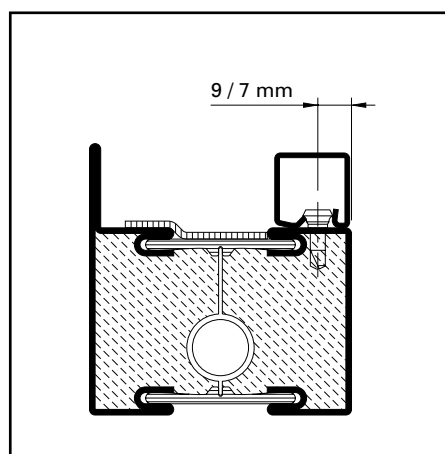

Abb. 8 / Fig. 8 / Fig. 8
**Montage der Glasleisten (Abb. 8)**
**Montage des parcloles (fig. 8)**
**Fitting glazing beads (fig. 8)**